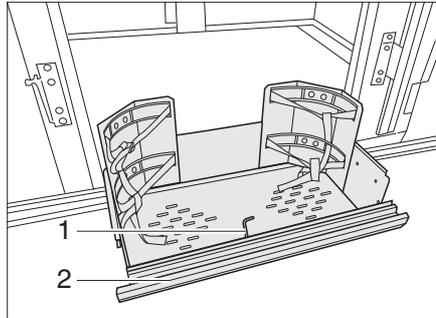

Bild 77 Gaskasten
- Griff (Bild 77,1) senkrecht stellen. Arretierung rastet aus.
- Schlitten (Bild 77,2) bis zum Anschlag herausziehen.
- Griff (Bild 77,1) waagrecht stellen. Arretierung rastet ein.
- Griff (Bild 77,1) senkrecht stellen.
- Schlitten (Bild 77,2) bis zum Anschlag einschieben und Griff (Bild 77,1) waagrecht stellen.